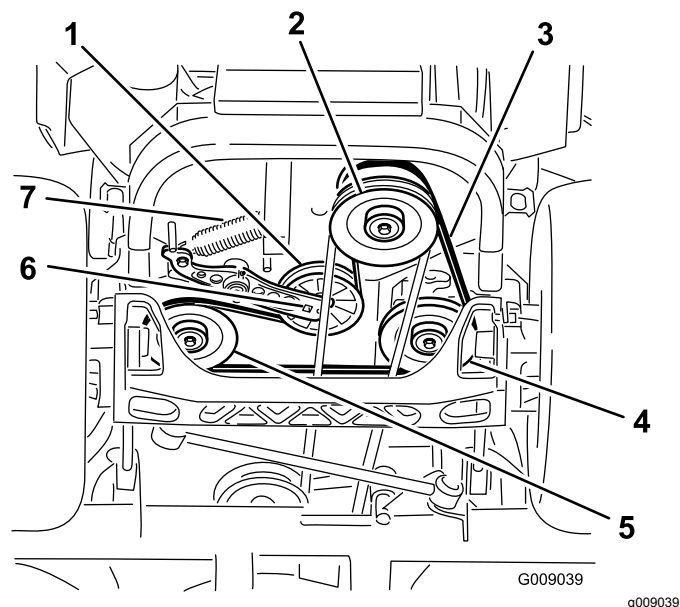

Figure 79
4. Soulevez la machine sur des chandelles (Figure 79).
5. Insérez un rochet dans le trou carré du bras de la poulie de tension pour déposer le ressort de la poulie de tension (Figure 79).
6. Décrochez le ressort de tension sur le cadre (Figure 79).
9. Insérez un rochet dans le trou carré du bras de tension pour installer le ressort de la poulie de tension sur le cadre (Figure 79).